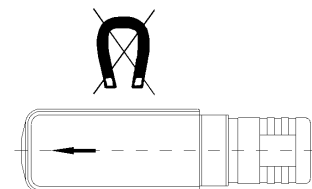

Abb. 2
- ⇒ Sorgen Sie dafür, dass in der unmittelbaren Umgebung des Strömungsschalters keine magnetischen Fremdfelder die Funktionsweise des Gerätes beeinträchtigen können (Abb. 2).
- ⇒ Auf dem Strömungsschalter befindet sich ein Pfeil. Achten Sie beim Einbau darauf, dass dieser unbedingt parallel mit der Rohrachse läuft und in Strömungsrichtung zeigt (Abb. 2).